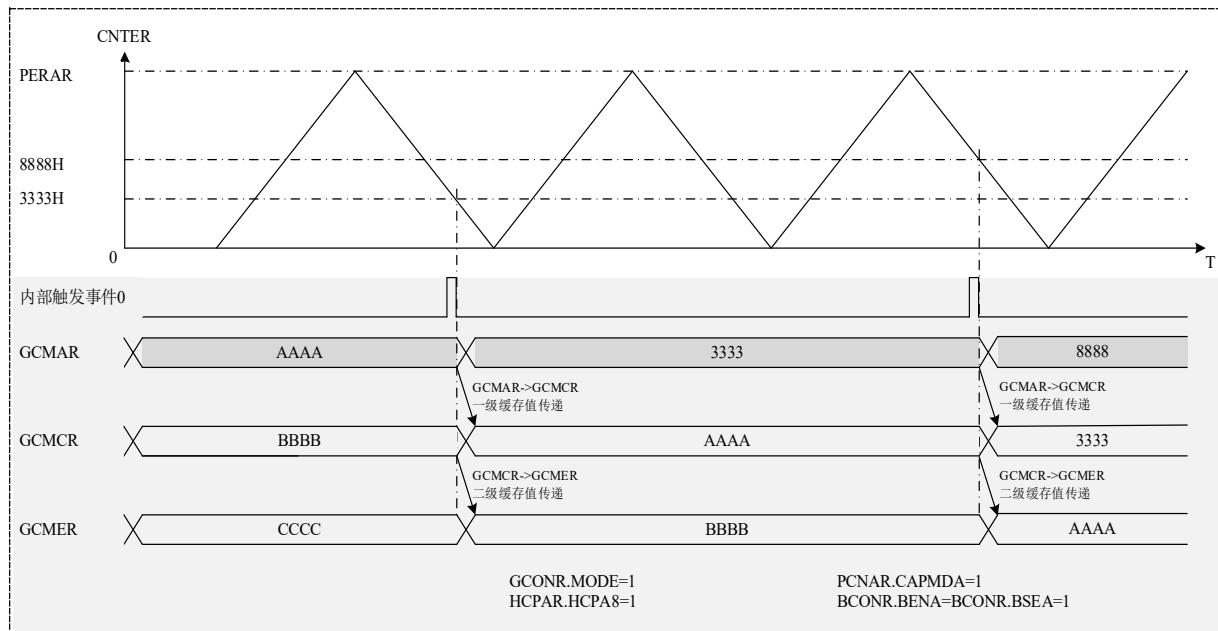

图 20-12 双缓存方式捕获输入时序
- 专用比较基准值缓存寄存器 (SCMCR、SCMDR) 的值自动传送到专用比较基准值寄存器 (SCMAR、SCMBR) 中、专用比较基准值双缓存寄存器 (SCMER、SCMFR) 的值自动传送到专用比较基准值缓存寄存器 (SCMCR、SCMDR) 中图 20-12 所示，是内部触发事件 0 触发捕获输入时、双缓存方式的时序图。